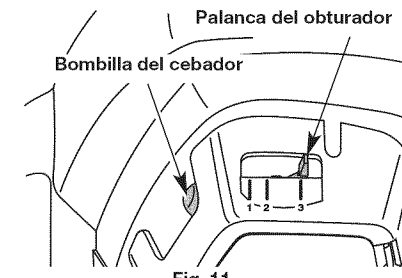
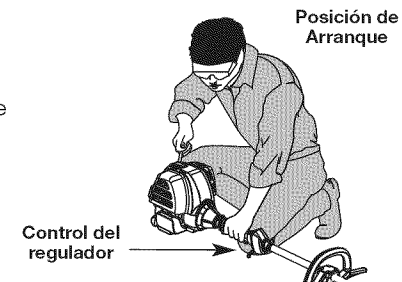

Fig. 11
Fig. 12
ADVERTENCIA: Evite los arranques accidentales. Colóquese en posición de inicio cuando tire de la cuerda de arranque (Fig. 12). El operador y la unidad deben estar en una posición estable al arrancar la unidad para evitar graves lesiones personales.
3. Oprima completamente el cebador y suéltelo 10 veces. Hágalo lentamente. Se deberá ver un poco de combustible en el cebador y en las tuberías de alimentación de combustible (Fig. 11). Si no puede ver el combustible en el cebador, oprímalo y suéltelo tantas veces como sea necesario hasta que vea combustible en el mismo.
4. Coloque la palanca del obturador en **Posición 1** (Fig. 11).
5. Agáchese en posición de arranque (Fig. 12). Oprima la traba del regulador hacia adentro y apriete la palanca de control del regulador. Hale el cordón de arranque 5 veces.
6. Coloque la palanca del obturador en **Posición 2** (Fig. 11).
9. Mantenga apretado el control del regulador, ponga la palanca del obturador en la **Posición 3** (Fig. 11) y haga funcionar la unidad durante 60 segundos más. La unidad se puede usar durante este paso.
SI... el motor funciona con fallas, vuelva a colocar la palanca del obturador en la **Posición 2** (Fig. 11) y continúe calentando el motor.
5. Crouch in the starting position (Fig. 12). Place the electric starter or power start bit into the back of the unit. Refer to the *Operation section of the Electric Starter or Power Start Bit™* operator's manual.
6. Presione el cierre de la válvula reguladora adentro y exprima completamente la palanca de mando de válvula reguladora. Presione y sostenga el arranque eléctrico o perforo ARRANQUE (I) el botón por 2 segundos.
7. Coloque la palanca del obturador en **Posición 2** (Fig. 11).
8. Mientras que presiona el cierre de la válvula reguladora adentro y exprime el control de válvula reguladora, presione y sostenga el arranque eléctrico o perforo ARRANQUE (I) el botón para 2 segundos intervalos hasta que la unidad comience.
10. Mantenga apretado el control del regulador, ponga la palanca del obturador en la **Posición 3** (Fig. 11) y haga funcionar la unidad durante 60 segundos más. La unidad se puede usar durante este paso.